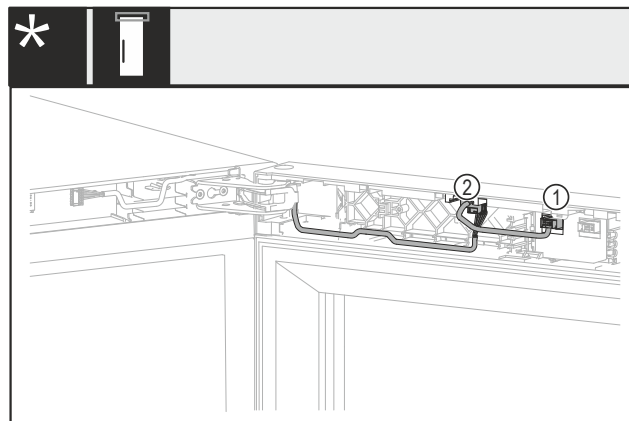

Fig. 19 无锁或带机械锁*
- ▶ 拉出插头 Fig. 19 (1)。*
- ▶ 拉出插头 Fig. 19 (2)。*